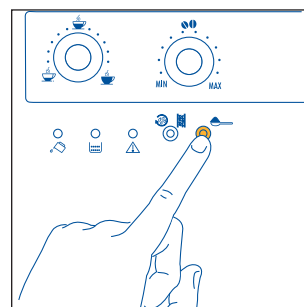

Abb. 18
1. Durch Drücken der Taste ☞ die Funktion „Kaffeepulver“ (Abb. 18) anwählen. Die Kontrolllampe in der Taste leuchtet auf, um anzuzeigen, dass die Funktion angewählt wurde und der Betrieb des Mahlwerks ausgeschaltet worden ist.